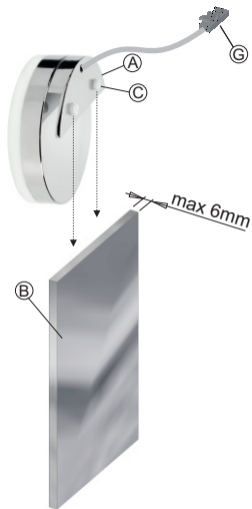

Fig 1
- Posizionare il morsetto (A) dell'apparecchio sullo specchio (B) come indicato nelle figure 1 e 2 e quindi bloccare la staffa mediante i grani (C). Assicurarsi dell'adeguato fissaggio dei grani (C) allo scopo di garantire l'installazione dell'apparecchio.
- Position the device's clamp (A) on the mirror (B) as illustrated in figures 1 and 2 and then tighten the bracket using the grub screws (C). Ensure that the grub screws (C) are suitably secured for the purpose of guaranteeing installation of the device.
- Die Klemme (A) der Leuchte gemäß den Angaben in Abb. 1 und 2 am Spiegel (B) positionieren und den Bügel mit den Stiftschrauben (C) festspannen. Sicherstellen, dass die Stiftschrauben (C) ordnungsgemäß fixiert sind, um die Montage der Leuchte zu garantieren.